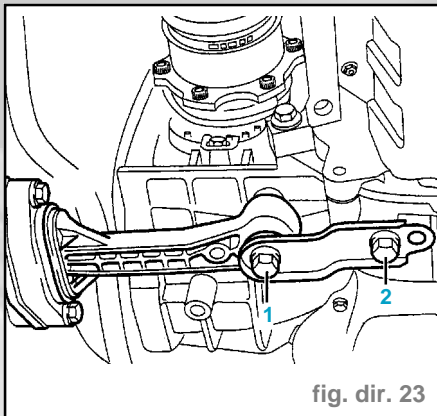

fig. dir. 23
- Il est possible de dévisser la conduite de retour (1) lorsque le berceau est abaissé.
- Dévisser l'appui pendulaire côté boîte de vitesses (fig. dir. 23).